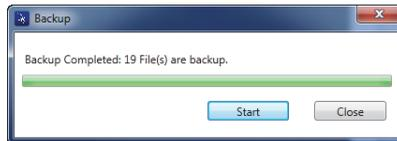

Abbildung 7-27 Dialogfeld Backup nach Erstellen der Sicherheitskopie
5. Wurde die Sicherheitskopie erstellt, klicken Sie auf **Close** (siehe Abbildung 7-27 auf Seite 227).